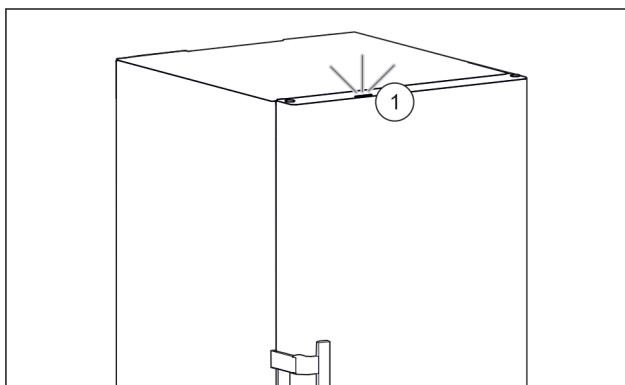

Fig. 56 Aktivt statuslys når døren er lukket
- ▷ Statuslys Fig. 56 (1) er aktivert.